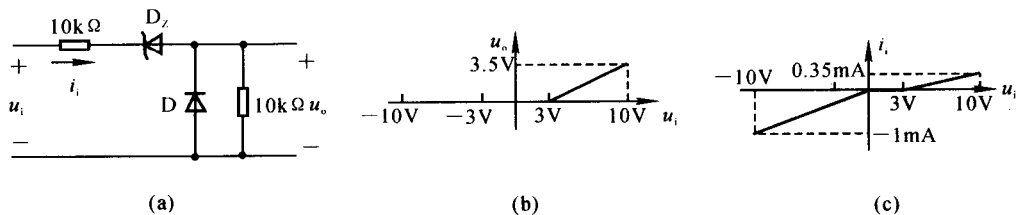

图 1.3.2
1.3.2 电路如图 1.3.2(a) 所示,其中 $u_z = 3\text{ V}$,二极管压降视为 0,求当 u_i 从 -10 V 变化到 $+10\text{ V}$ 时, u_o 及 i_i 如何变化,并画出 $u_i - u_o$, $i_i - i_o$ 波形图。
$u_i - u_o, i_i - i_o$ 波形图如图 1.3.2(b), (c) 所示。